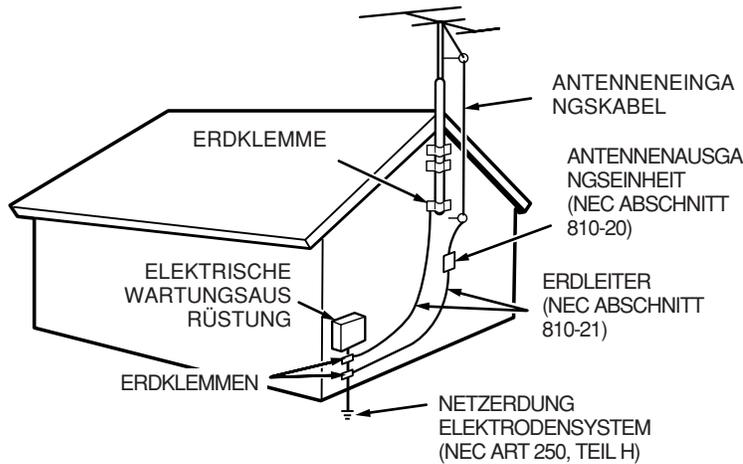

ABBILDUNG 1
15. Erdung der Außenantenne – Wenn eine Außenantenne oder ein Kabelsystem an das Produkt angeschlossen ist, achten Sie darauf, dass die Antenne oder das Kabelsystem zum Schutz vor Spannungsspitzen und statische Ladungen geerdet ist. Artikel 810 der Nationalen Elektrovorschriften, ANSI/NFPA 70, enthält Informationen zur richtigen Erdung des Antennenmastes und der Halterungen, der Erdung des Eingangskabels zu einer Antennenausgangseinheit, Maße der Erdleiter, Lage der Antennenausgangseinheit, Anschluss an die Erdungselektroden sowie Anforderungen an die Erdungselektrode. Siehe Abb. 1.